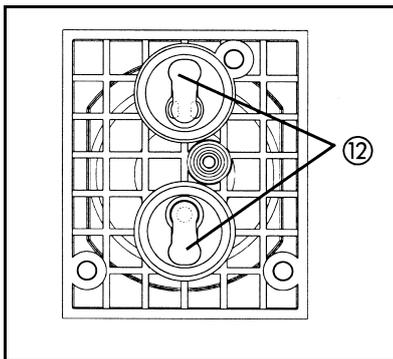

Abb. 15: Lage der Ventilplatten (12)
1. Kopfplatte (9) und Zwischenplatte (10) durch einen durchgehenden Filzstrich markieren. Damit lässt sich ausschließen, dass die Teile beim Zusammenbau falsch montiert werden.
2. Kopfplatte (9) und Zwischenplatte (13) durch zwei durchgehende Filzstriche markieren.
3. Kopfplatte (9) und Zwischenplatte (14) durch drei durchgehende Filzstriche markieren.
4. Die drei Schrauben (6) in der Kopfplatte (9) lösen und Kopfplatte von Zwischenplatten (10), (13) und (14) abnehmen.
5. Von den Zwischenplatten (10), (13) und (14) die Ventilplatten (12) sowie die O-Ringe (11) entnehmen.
**i** O-Ringe können auch an der Kopfplatte (9) kleben statt in der Zwischenplatte zu liegen.
6. In die Zwischenplatten (10), (13) und (14) die neuen Ventilplatten (12) sowie die neuen O-Ringe (11) einlegen.
**i** Ober- und Unterseite der Ventilplatten sind identisch. Zur korrekten Lage siehe Abb. 15.